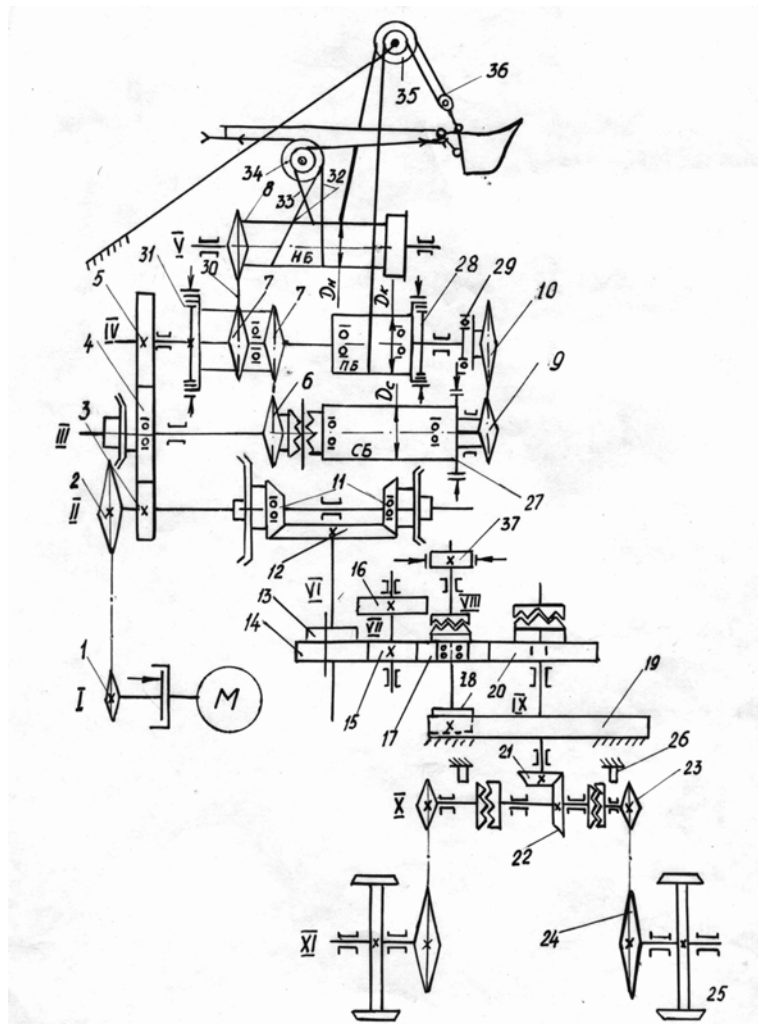

Рис. 3 Кинематическая схема экскаваторов Э-651, Э-652, Э-652Б
- на кинематической схеме экскаватора (рис. 3, 4) обозначить и написать название его основных узлов и механизмов;